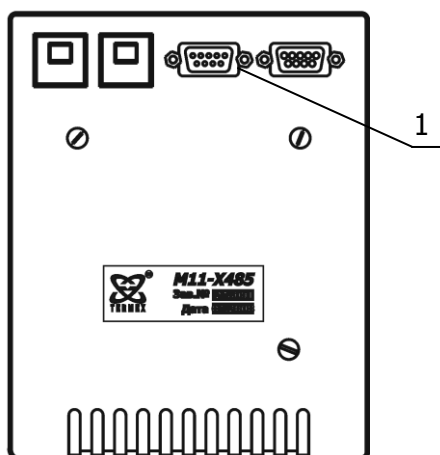
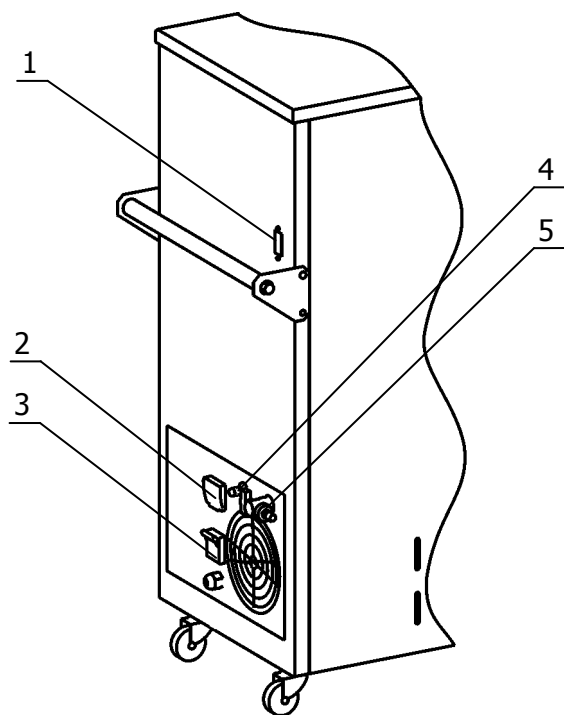

Рисунок 4 — Задняя панель блока регулирования температуры
Рисунок 5 — Боковая панель корпуса термостата
2.2.4 К переливному патрубку 4 (рисунок 5) присоединить сливной шланг. Противоположный конец шланга опустить в емкость объемом не менее 1.5 л. Это необходимо для предотвращения разлива теплоносителя, вытесняемого при нагревании из-за его температурного расширения или при заполнении ванны.
2.2.5 Заполнить термостат теплоносителем через отверстие в крышке, учитывая диапазон применения (1.2.6). Жидкость следует наливать (доливать) в ванну термостата до момента начала ее слива из переливного патрубка 4 (рисунок 5).
2.2.7 Вставить вилку шнура питания блока регулирования температуры в розетку 2 (рисунок 5). Соединить кабелем из комплекта поставки блок регулирования (разъем 1, рисунок 4) и холодильную машину (разъем 1, рисунок 5). Шнур питания термостата подключить к питающей сети напряжением 220 В, при этом автоматический выключатель 3 (рисунок 5) должен быть выключен
2.2.8 Автоматический выключатель 3 перевести в положение включено (рисунок 5).
2.2.9 При проведении работ по очистке термостата, слить теплоноситель через сливной кран 5 (рисунок 5).